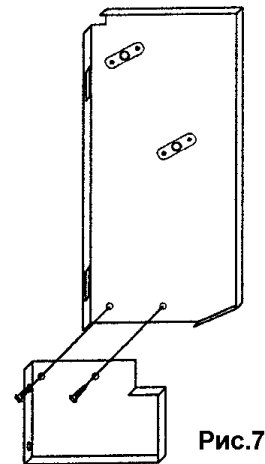

Рис.7
5. Еще раз соберите камеру с жалюзи забора воздуха, снимите крышку фанкойла, поместите несущую конструкцию на жалюзи забора воздуха и закрепите ее 4 винтами (см.Рис.7); установите несущую конструкцию на стене, закрепив ее 4 анкерными винтами.